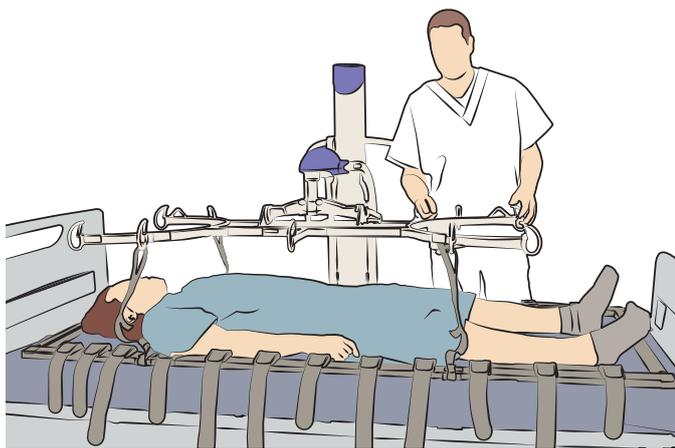

Fig. 22
2. Una volta abbassato, rimuovere le cinghie a doppio anello sia dalla barra per barelle che dalla barella a cinture Arjo. Vedere fig. 22.